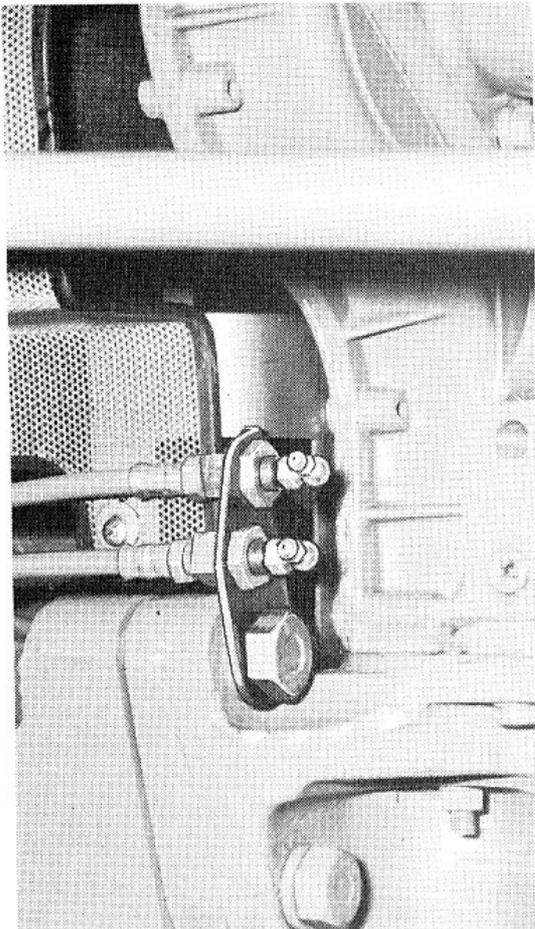

FIG. 4
- Fig. 4. Axe pivot d'essieu avant—deux points à distance